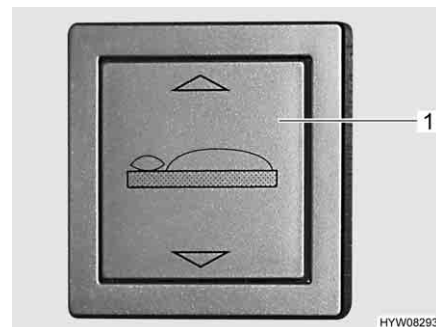

Fig. 61 Interruttore a bilico, comando letto di coda
- Premere in alto l'interruttore a bilico (Fig. 61,1) situato nel gavone di coda e tenerlo premuto finché il letto non si trova nella posizione desiderata o a finecorsa.